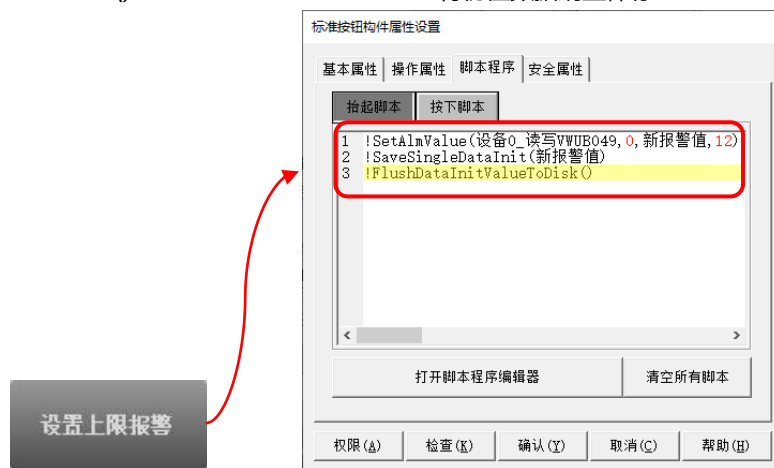

图 4.4-6 添加脚本
- 将工程下载到 TPC 正常运行，可以通过输入框向变量“新报警值”赋值，再通过图 4.4-6 中组态的“设置上限报警”按钮，将变量“新报警值”的当前值设置为变量“设备 0\_读写 VWUB049”的上限报警值。